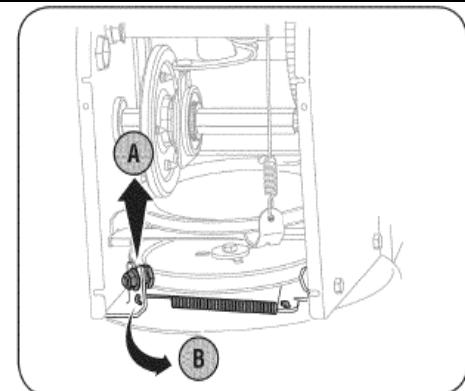

Рис. 31
6. Снимите ремень следующим образом (См. Рис. 31):